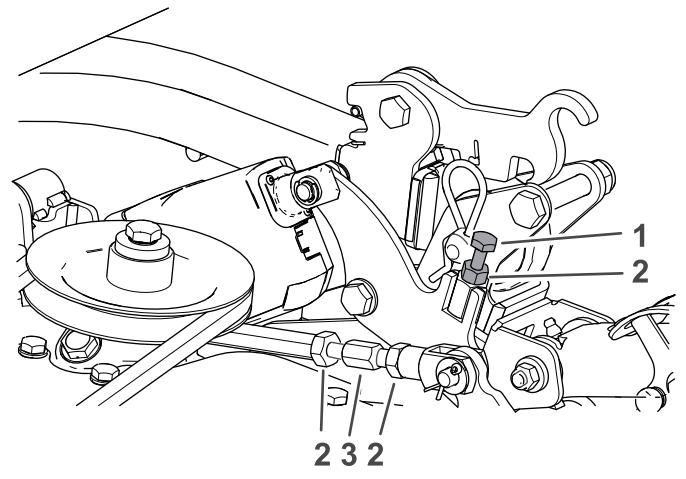
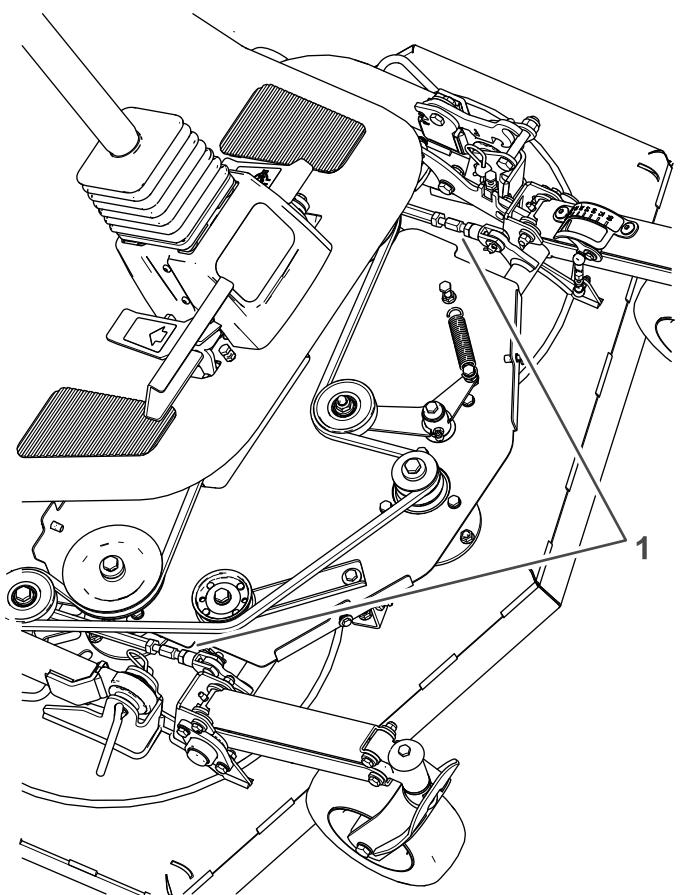

図 99
図 100
- 前部を 64 mm に上げるには、ジャムナットをゆるめて調整ボルトで調整する図 99を参照。
- カッティングユニットの後部を上げるには、カッティングユニット両側のタイロッドのジャムナットをゆるめる図 99と図 100。
6. タイロッドのジャムナット図 99を締めつける。